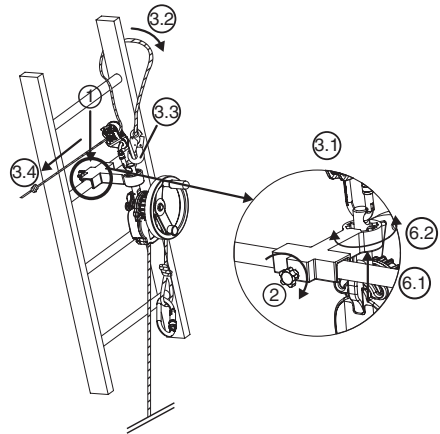

Abb. 7
6.3.3. Gerät derope™ UP K (Abb. 7)
- Den kleinen Adapter an der für die Rettung erforderlichen Stelle über der zu rettenden Person an der Leitersprosse anbringen (Abb.7, 1).
- Den Sicherungsbolzen an der Rückseite des kleinen Adapters mit Hilfe des Rändelknopfs festziehen (Abb.7, 2).
- Den Karabinerhaken der Einstellvorrichtung LCM 05 in der 6oberen Bohrung des Befestigungsbolzens befestigen (Abb.7, 3.1).
- Das Halteseil um die über dem Adapter gelegene Sprosse und um einen der Leiterholme führen (Abb.7, 3.2).
- Den Karabinerhaken des Halteseils am Karabinerhaken der Einstellvorrichtung LCM 05 befestigen (Abb.7, 3.3).
- Das Halteseil durch Ziehen am Leertrum spannen (Abb.7, 3.4).
- Das derope™-Gerät nach Bedarf ausrichten, indem die Position des Befestigungsbolzens in der Positionierungsvorrichtung geändert wird (Abb.7, 6.1 – 6.2).